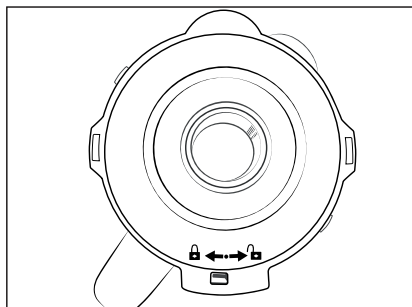

Fig. 1
- 1) Tournez le bol mixeur ③ dans le sens anti-horaire jusqu'à ce que la poignée du bol mixeur se trouve sur la position . Débranchez le bol mixeur ③ du bloc moteur ⑥ en le soulevant tout droit.
- 2) Retirez le couvercle ② en le tournant dans le sens anti-horaire en direction de la position  (voir fig. 1), jusqu'à pouvoir le retirer par le haut.
- 1) Retirez le bol mixeur **3** du bloc moteur **6**. Pour une meilleure stabilité, retirez le couvercle **2** en le tournant le plus loin possible dans le sens anti-horaire en direction de la position  (voir fig. 1), jusqu'à pouvoir le retirer par le haut.